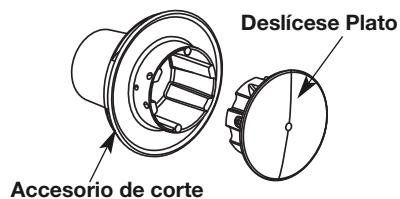

Fig. 15
- Reinstale la placa guía de la línea (Fig. 15). La placa guía es un elemento con espiga y ajusta de una sola forma. Si no entra en el cabezal de corte fácilmente, NO lo fuerce. Gire la placa hasta que se encuele fácilmente en el cabezal de corte.